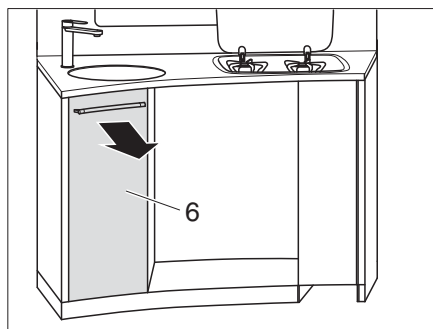

Bild 113 Ta ut hög kökslåda
- Ta ut hög kökslåda (Bild 113,6).